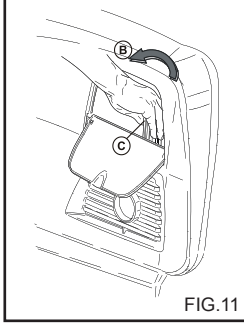

FIG.11
Tässä kappaleessa käsitellään vain niitä malleja, jotka on varustettu "paineensäätin" laitteella. Paineensäätimellä, fig. 11, käyttäjä voi säätää työpainetta. Kun nappi C on käännetty vastapäivään (B) (minimi), virtauspaine vähenee. Käännä termostaatin nappi